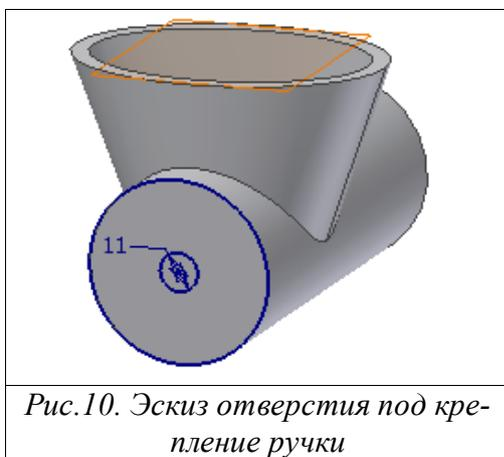

Рис.10. Эскиз отверстия под крепление ручки
Далее вам предстоит выполнить вырез, предназначенный для выхода той части шнека, к которой крепится рукоятка (рис. 10).
1. Нажмите кнопку **Look At** на главной панели инструментов, а затем укажите торец цилиндра (рис. 10).